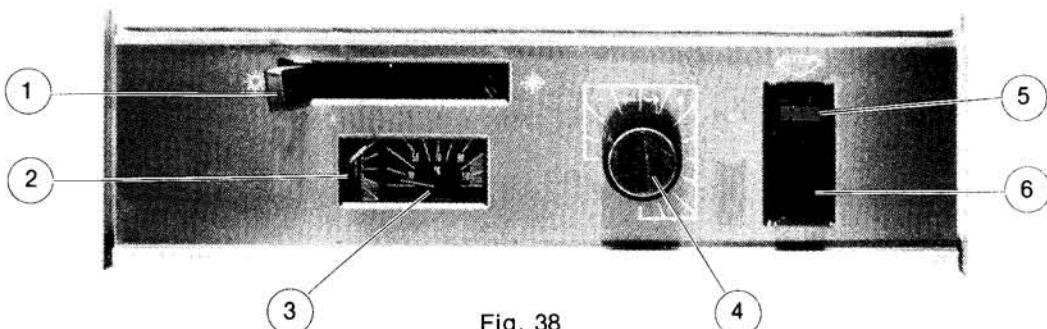

Fig. 38
- Kontroller, at vandstanden på centralvarmeanlægget er korrekt, - pos. 2, fig. 38.
- indstil drifttermostaten/temperaturvælgeren, - pos. 4, fig. 38 - til den ønskede temperatur.
- tryk startknappen, - pos. 6, fig. 38 - helt i bund, og efter ca. 10 sek. vil gnisttænderen begynde at gnistre og antænde tændblusset(pilotflammen). Dette kan observeres i det runde hul midt på gas-
1. Tryk stopknappen ind, pos. 5, fig.38.
- at drifttermostaten/temperaturvælgeren på gaskedlen, - pos. 4, fig. 38 - skal drejes mod højre, ellers virker rumtermostaten ikke.